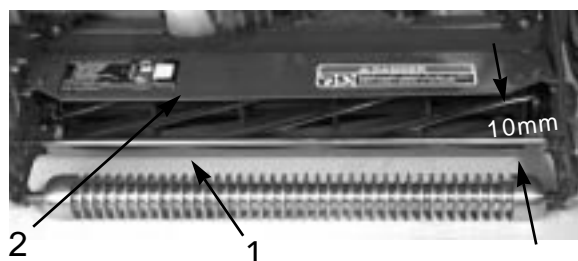

図 17
1. 前サポート・ロッド上面からシールドの前リップまでの距離をカッティングユニットの両端で測る（図17）。